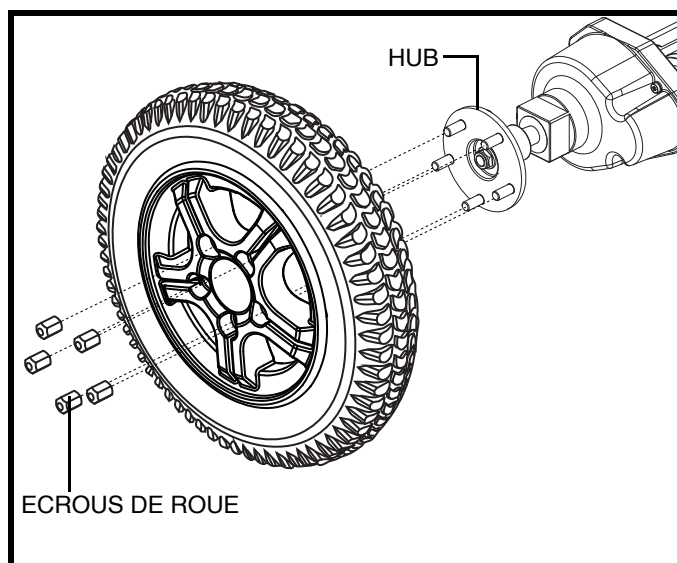

Figure 21. Enlèvement de la roue motrice
4. Retirez les écrous de roue du moyeu. **Voir la figure 21.**
9. Remettez la roue en place. **Voir la figure 21.**